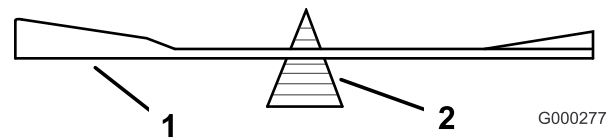

Figura 68
(Figura 68). Repita este procedimiento hasta que la cuchilla esté equilibrada.
2. Verifique el equilibrio de la cuchilla colocándola sobre un equilibrador de cuchillas (Figura 68). Si la cuchilla se mantiene horizontal, está equilibrada y puede utilizarse. Si la cuchilla no está equilibrada, rebaje algo el metal en la parte de la vela solamente